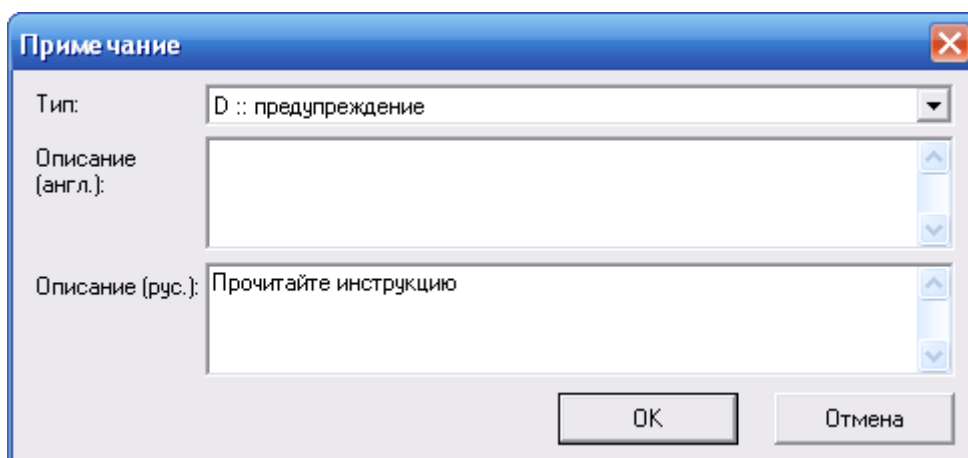

Рис. 2-36
2. В появившемся окне **Примечание** в поле **Тип** выберите тип создаваемого примечания из классификатора «Типы примечаний», введите описание и нажмите на кнопку **ОК** (рис. 2-36).